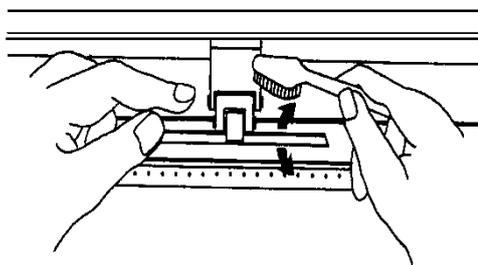

図 6-1
3. 毛ブラシ（歯ブラシでもよい）を使って、グリッドローラー表面のホコリを取り除きます。ドラムを手動で回して清掃します。図 6-1 参照。